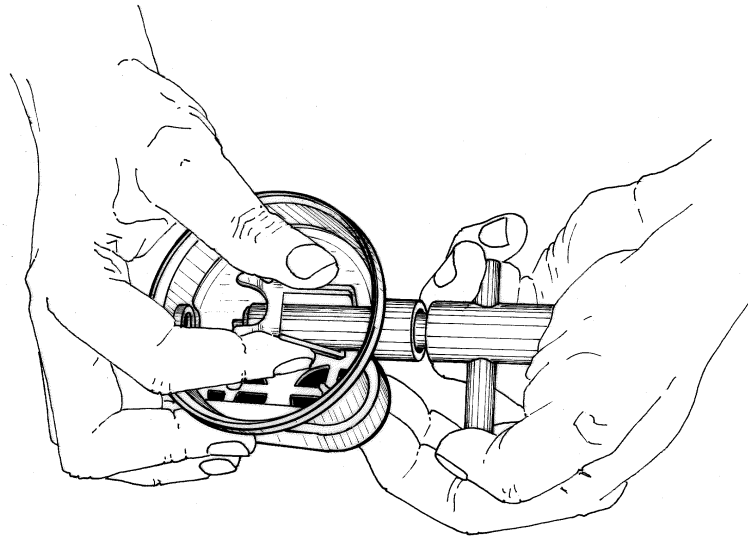

FIG. 6
6. Destornille el racor giratorio del tubo flexible y la tuerca de bloqueo (19) una vuelta aproximadamente.
7. Sujete con una mano el tubo flexible (23), el racor giratorio y la tuerca de bloqueo (19) y, con la otra la 2° Etapa. (Fig. 6)